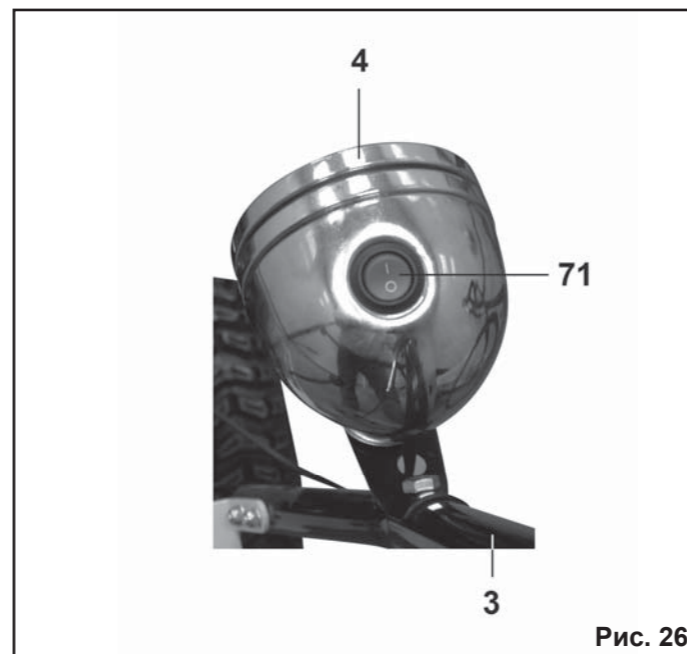

Рис. 26
8.8. Использование фары (Рис.26).